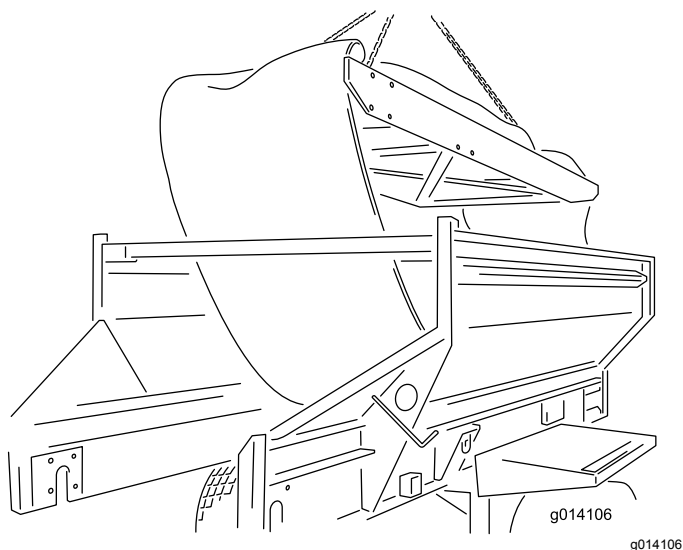

Figura 55
24. Rimuovete il telaio portante sollevandolo ed estraendolo da sopra la macchina. Posatelo al suolo (Figura 55).